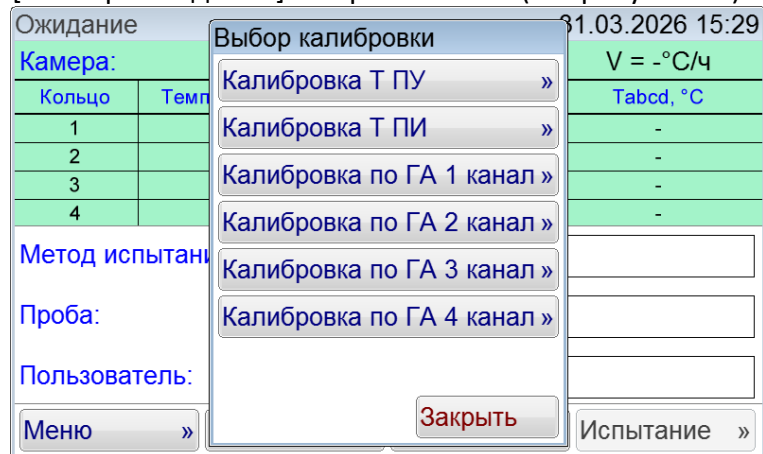

Рисунок 23 – Окно «Выбор калибровки»
- 3) Нажать кнопку [Калибровка датч.Т]. Откроется окно (см. рисунок 23)